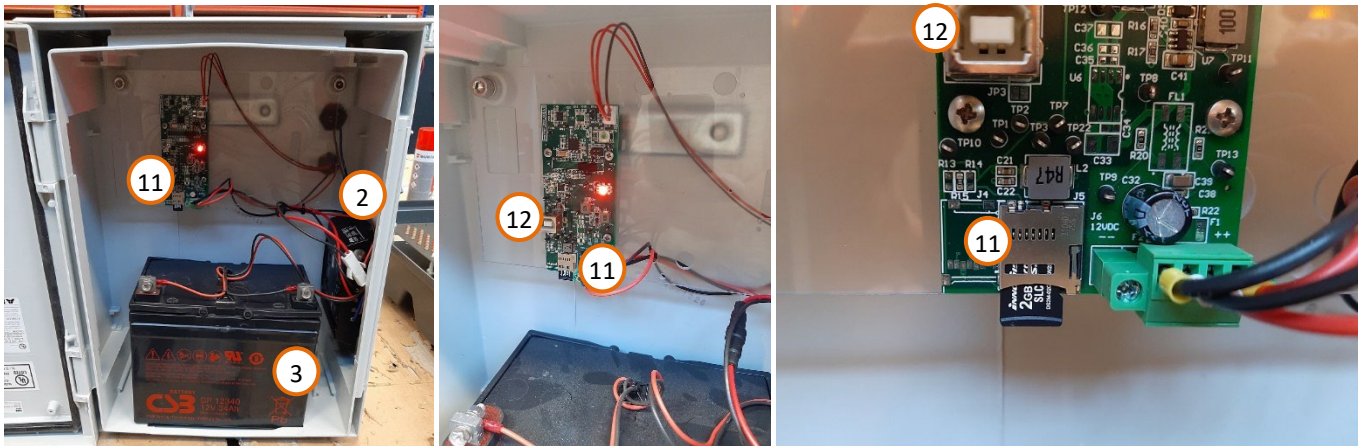

Figura 13: armadio con lettore di schede SD
- Per le armadi dotate di lettore di schede SD opzionale, la configurazione si effettua tramite la porta USB-B (Figura 13, rif. 12).